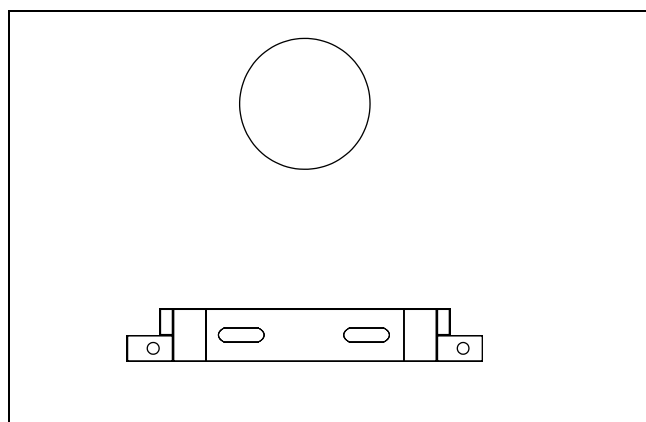

Fig. 3
4. Ved hjælp af de medfølgende rawplugs og skruer monteres beslaget. Sørg for at beslagets monteringshuller vender nedad og er vandret. (se fig. 3)